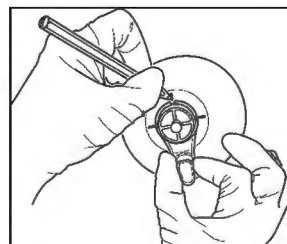

Figura 4
6. Como se indica en la Figura 4, con el reloj de arena del ELD centrado en el punto de inyección del expansor tisular, haga una marca con un rotulador en cada una de las cuatro muescas situadas alrededor del perímetro anterior del soporte del ELD.